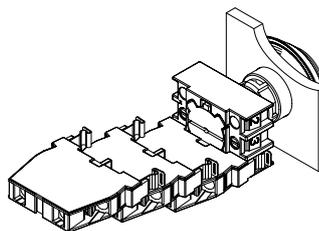
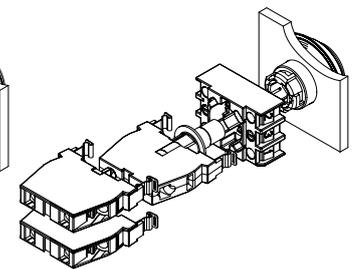

Abb. 2
Abb. 3
- Die Montage der Kontaktelemente des EF-Kontaktsystems erfolgt durch Aufschnappen an den Positionen 1 bis 3 am Montageflansch (siehe Abb. 2). Die mittlere Position (Pos. 3) ist für die Montage von Leuchtelementen bei Geräten mit Beleuchtung (siehe Abb. 3) vorgesehen.